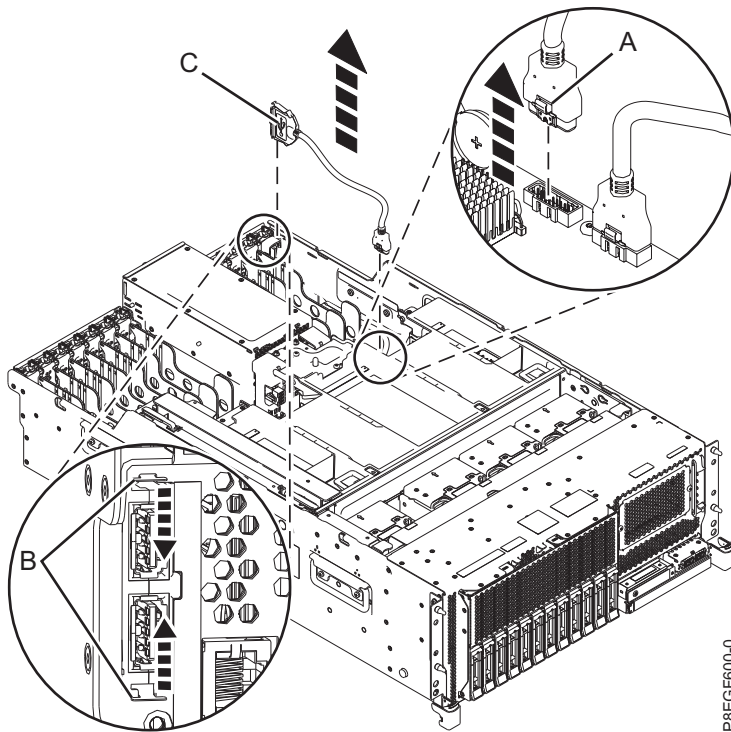
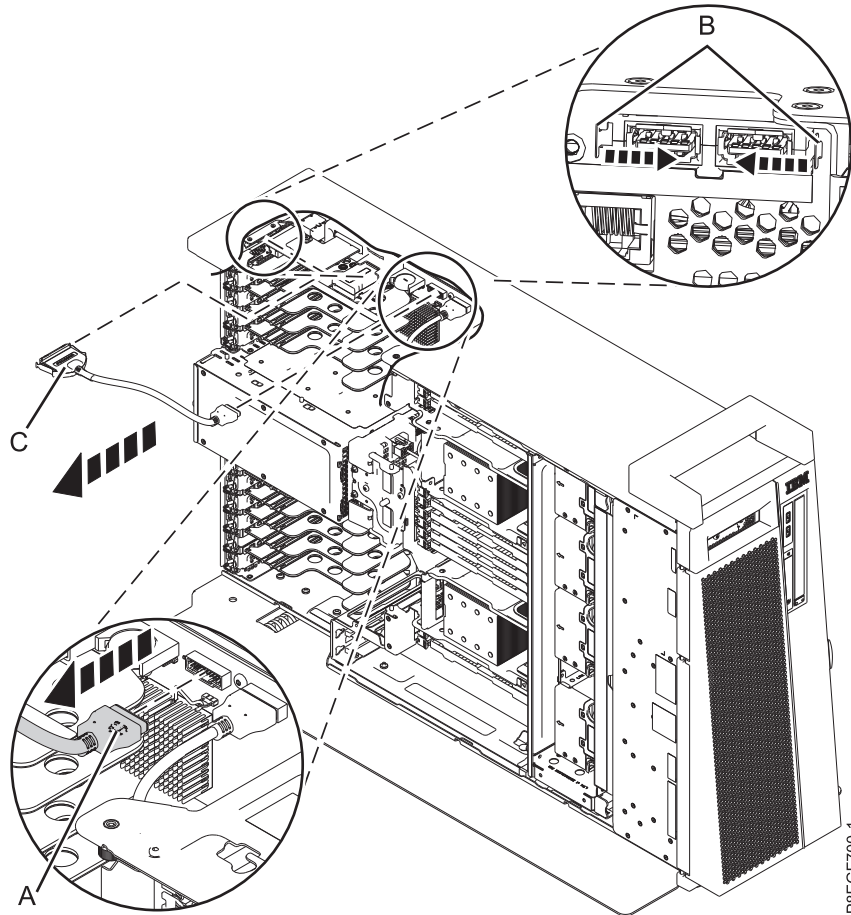

Figura 1. Extracción del cable USB posterior
Figura 2. Extracción del cable USB posterior desde la versión autónoma del 8286-41A
3. Desenchufe el cable USB posterior (A) de la parte posterior del sistema. Consulte Figura 1, o Figura 2 en la página 5 para la versión autónoma del 8286-41A.
4. En la parte posterior del sistema, pulse las pestañas (B) en la dirección que se muestra para que se suelte el alojamiento del cable USB posterior (C).